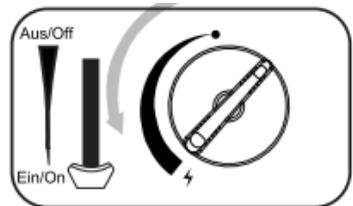

Fig. 8
1. Coloque la muletilla (18) completamente a la izquierda en posición de encendido (19) y manténgala en esta posición durante unos segundos hasta que el encendido haga clic. (fig. 8)